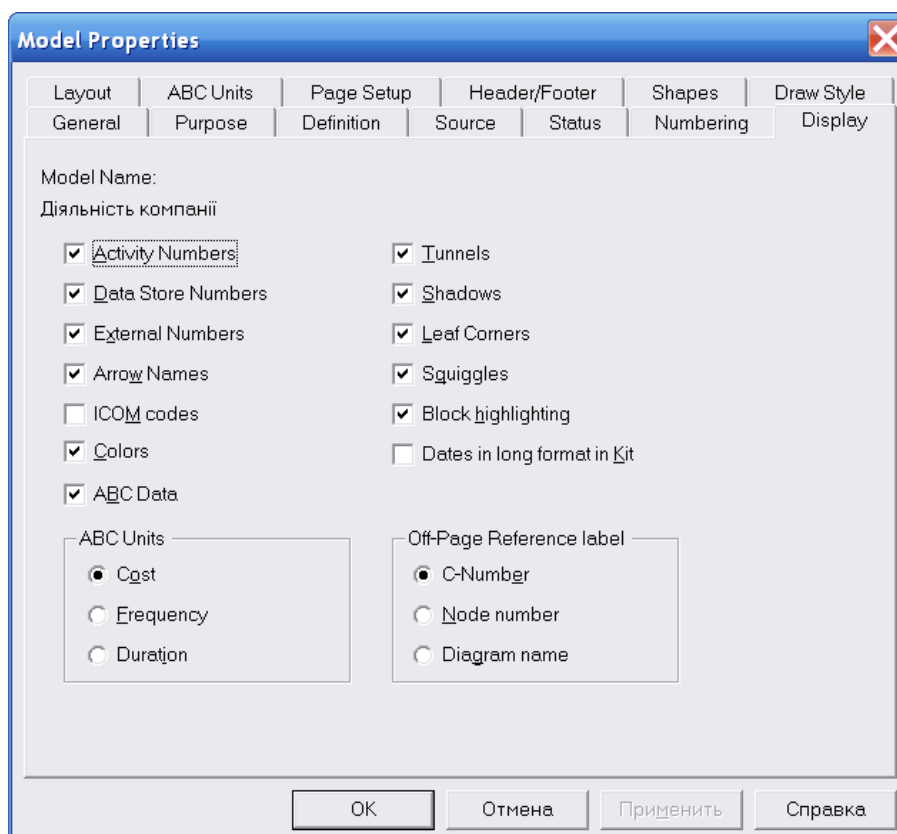

Рис. 13.2. Вкладка *Display* діалогу *Model Properties*
3. Для відображення вартості кожної роботи в нижньому лівому куті прямокутника перейдіть в меню *Model / Model Properties* і у вкладці *Display* діалогу *Model Properties* включіть опцію *ABC Data* (рис. 13.2). Зазвичай ця опція встановлена автоматично.